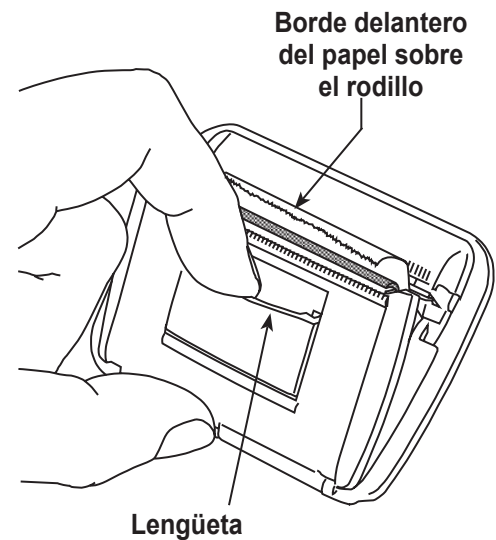

Figura 29
1. Retire la tapa de la impresora tirando de la lengüeta como se muestra en la Figura 29.